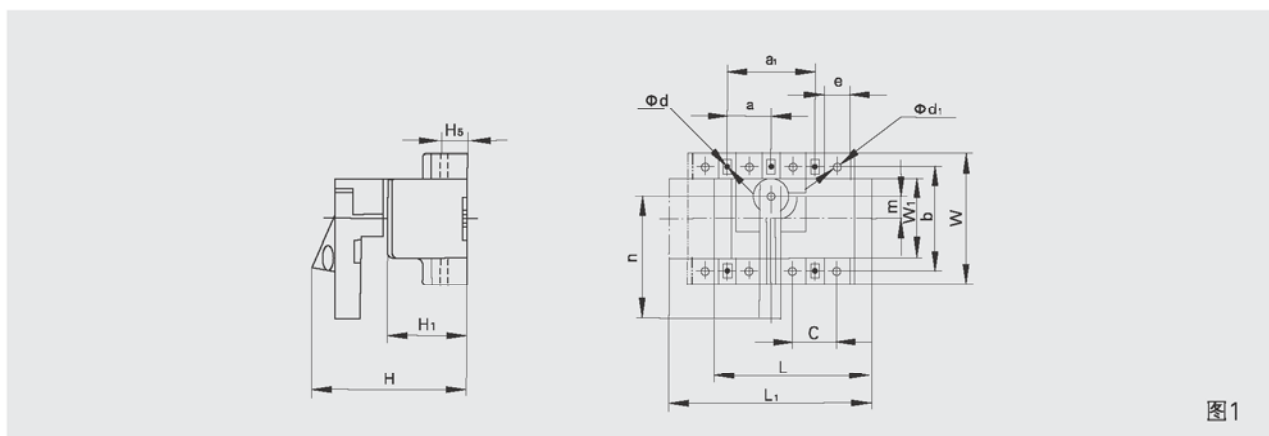
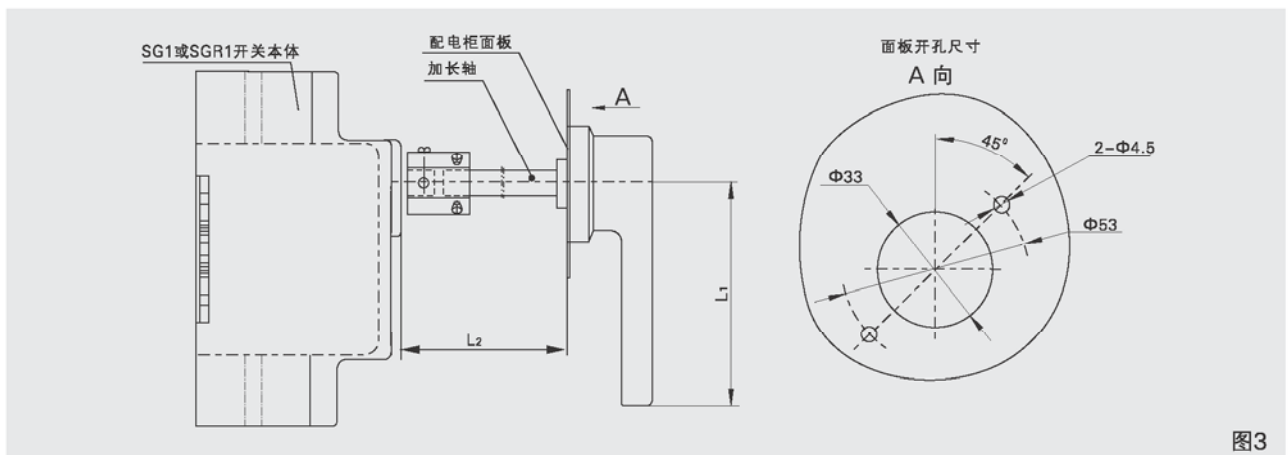
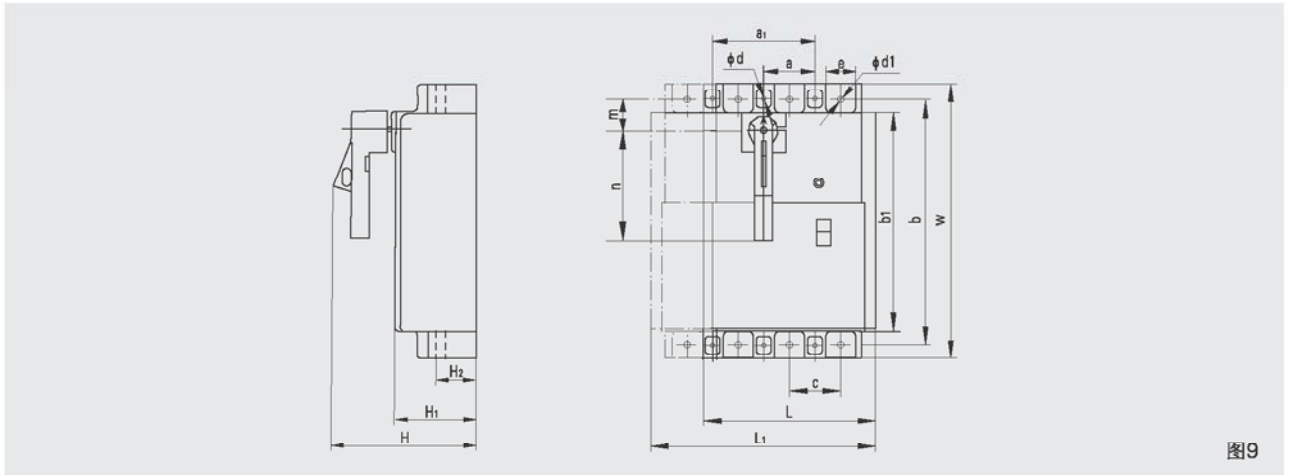

图1
图3
图9
1、SG1-100A~800A板前接线直接操作 (见图1、表3)
3、SG1-100A~800A 柜外操作面板开孔尺寸 (见图3, 表5; 其它尺寸见图1、表3或图9、表6)
9、SGR1-100A~630A外形及安装尺寸 (见图9、表6)